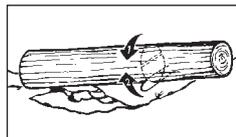

рис. 12C
3. Опоры под обоими концами ствола: сначала пропилийте сверху на 1/3 диаметра ствола, во избежание его раскалывания. Затем пилите снизу, навстречу первому пропилу, избегая защемления (рис. 12C).